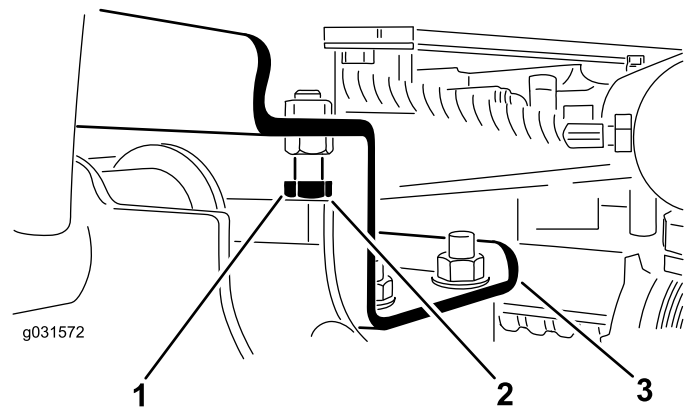

図 13
A. ストップボルトを戻す 図 13。
2. 各昇降アームとストップボルトとの隙間が、図 13のように 0.13-1.02 mmの間にあるかどうか点検する。